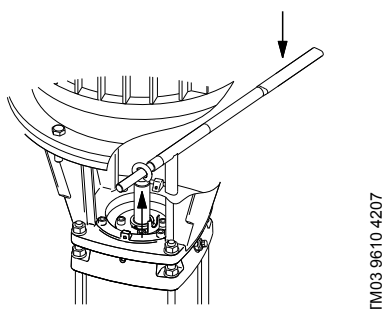

Рис. 7 Установка регулировочной вилки
7. Поднять вал насоса с помощью приспособления с пальцем для разборки и сборки (поз. А) или вручную в зависимости от типоразмера насоса. Установить регулировочную вилку (поз. Н) между оправкой для уплотнения вала и держателем уплотнения. Смотри рис. 7.